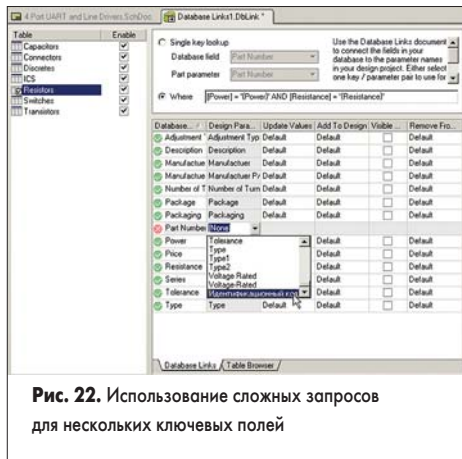

Рис. 22. Использование сложных запросов для нескольких ключевых полей
4. Выберем из этого списка имя атрибута «Идентификационный код», который будет связан с данным полем (рис. 22). Красный крестик сменится зеленой галочкой.